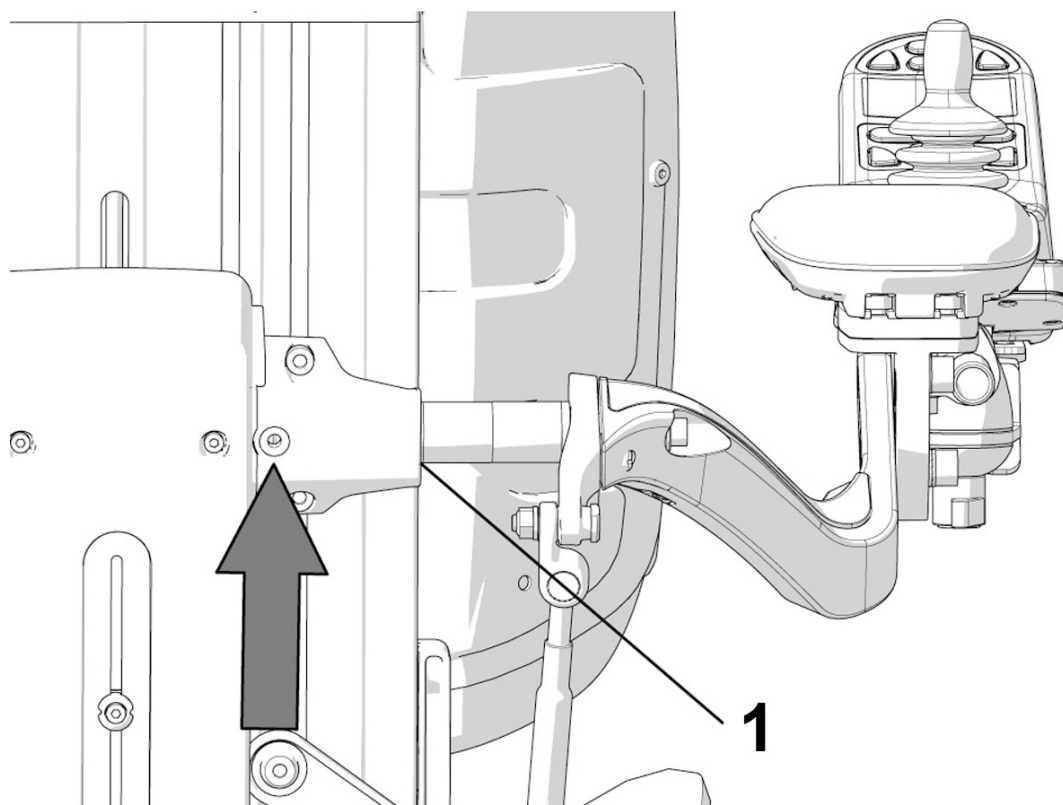

Bild 142. Armstöds breddinställning fixeras av en skruv.
1. Lossa skruven som fixerar armstöds breddinställning ca. 3 varv. Se bild. 142.